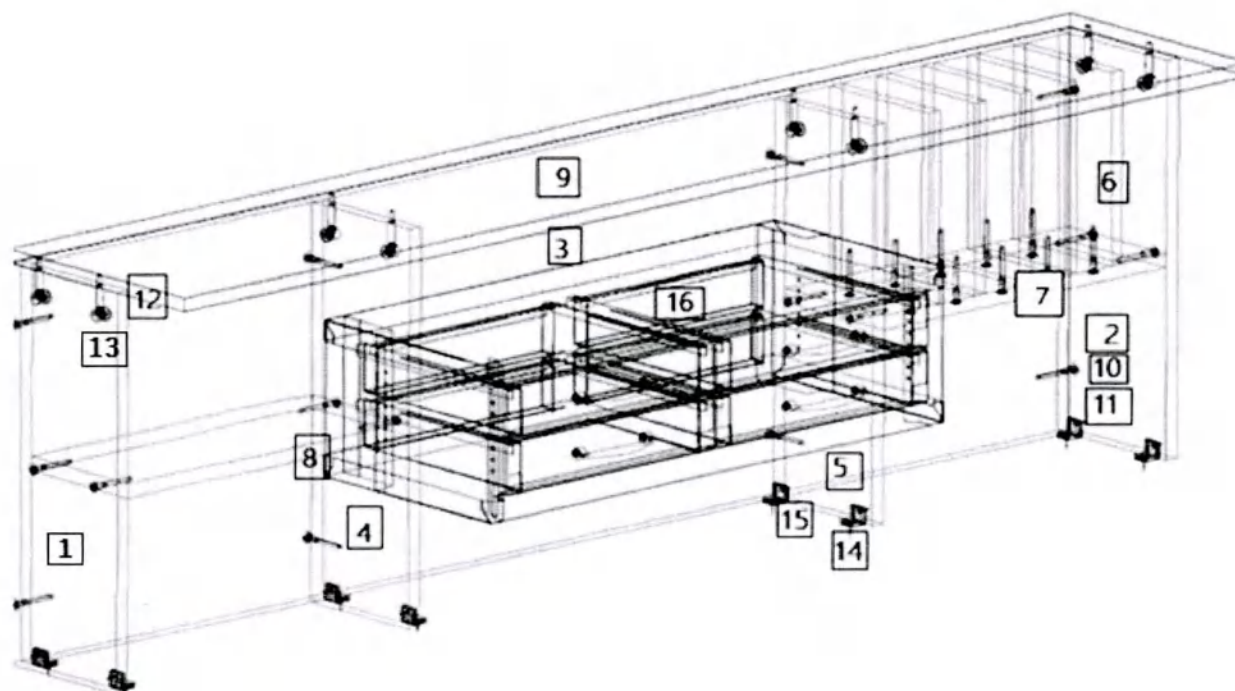

Рис.1
1. Внимательно ознакомьтесь со схемой сборки, изображённой на рис. 1, сверяясь со спецификацией на изделие. Согласно схеме и спецификации определите расположение деталей в изделии и порядок их сборки. Сборка производится на ровном полу, укрытом материалом, предотвращающим повреждение покрытия пола и деталей мебели. В качестве такого материала возможно использовать упаковочный гофрокартон. Подготовьте необходимые для сборки инструменты – плоскую и крестовую отвёртки, молоток, рулетку или линейку, шуруповёрт.
2. На боковых стенках (1,2,3,4) установите цилиндрические части эксцентриковых стяжек (26) в предназначенные для них отверстия. На крышке стола (8) установите штоки эксцентриковых стяжек (26). На боковых стенках (1,2,3,4) шурупами 4×16 (28) закрепите [- образные части роликовых направляющих (21).
3. Евровинтами (18) , как показано на рис.1, соедините боковые стенки (1,2,3,4) с вертикальными стенками (5,7). Евровинтами (18) закрепите к боковым стенкам тумб (1,2,3,4) горизонтальные нижние стенки (6), при помощи шурупов 4×16 (28) установите на них регулируемые опоры (22). Установите крышку (8) и затяните соединение. Затяжка соединения производится путём поворота эксцентриков до упора в направлении стрелки, выштампованной на корпусе стяжки. На видимые головки евровинтов (18) и эксцентриков (26) установите заглушки (19,20).
4. На дверях шурупами 4×16 (28) закрепите петли (23). Установите ручки (25). Двери закрепите к боковым стенкам тумб шурупами (28). При необходимости отрегулируйте положение дверей винтами петель. Установите полки на полкодержатели (24)
5. Сборка ящиков. Евровинтами (18) соедините боковые стенки ящика (12) с передней (14) и задней (13) стенками. Дно ящика (16) закрепите к передней и задней стенке гвоздями (17). Установите роликами назад [- образные части направляющих (21) и закрепите их шурупами 4×16 (28). Шурупами 3.5×30 (27) закрепите фасад (15) к передней стенке ящика (14). Установите ручку (25). Установите собранные ящики в корпус стола.